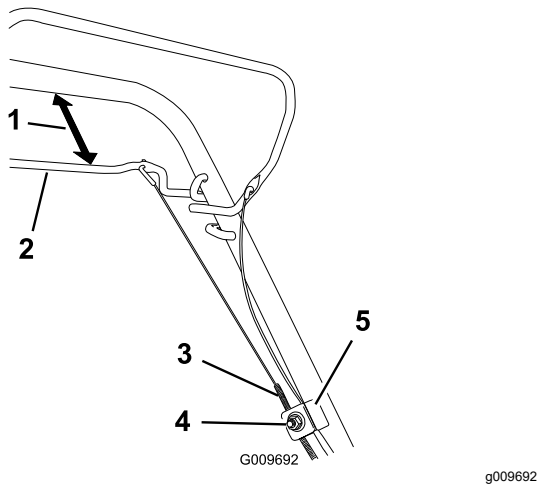

Bild 22
1. Lösen Sie die Kabelstützenmutter (Bild 22).
2. Halten Sie den Selbstantriebsbügel 25 mm bis 38 mm vom Holm entfernt (Bild 22).
3. Ziehen Sie den Kabelmantel (zur Maschine), bis das Kabel stramm ist (Bild 22).